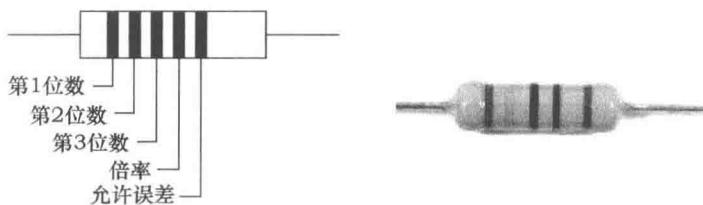

图 1-1-12 五色环的意义及电阻器
(4) 色标法。如图 1-1-11、图 1-1-12 所示。色标法是用不同颜色的带或点在电阻器表面标出标称阻值和允许偏差的方法, 见表 1-1-4。
① 两位有效数字的色标法。